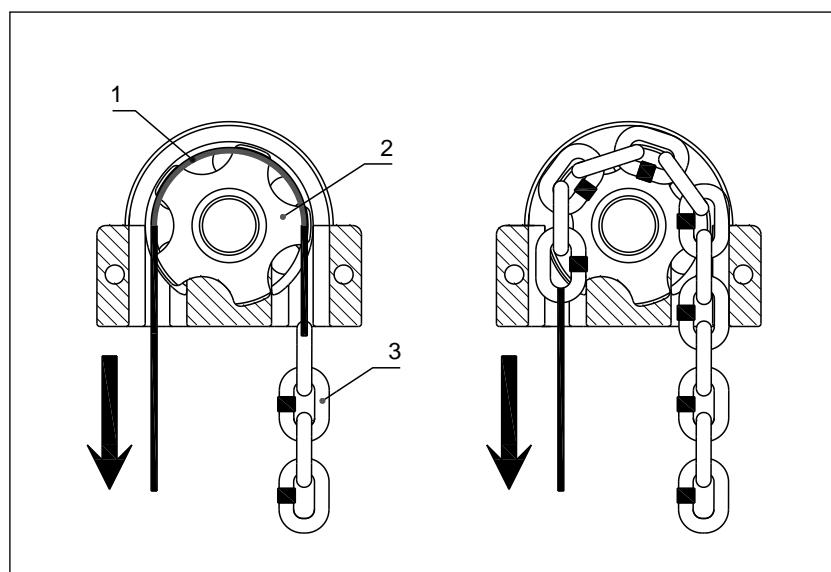

Abb. 19
Das Kettenende ist mit einem flexiblen Draht (1) zu verbinden und über das Kettenrad (2) in den Elektrokettenzug einzuführen. Durch kurzzeitige Schaltimpulse wird die Kette (3) eingezogen gemäß Abb. 19)
1-strängiger Betrieb: Die Verbindung des Lasthakens (1) zur Kette erfolgt mittels Klemmstück (2). Für die Kraftübertragung ist die Montage des Bolzens (3) wichtig (siehe Abb. 19)